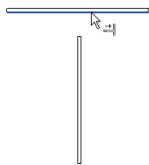

图 2-71 选择边界参照图元
(1) 单击“修改”选项卡“修改”面板“修剪 / 延伸单个图元”按钮,选择要用作边界的参照,如图 2-71 所示。